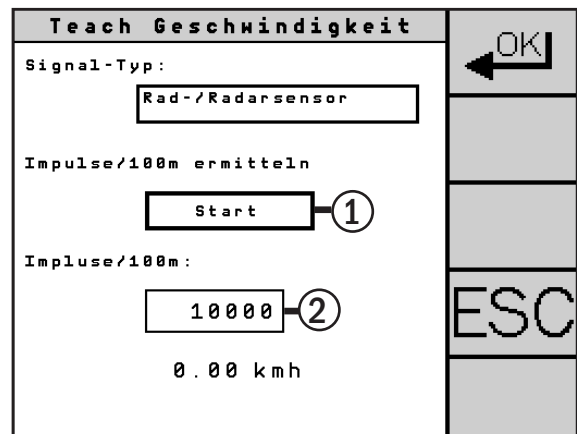

Abb. 56: Geschwindigkeitskalibrierung
- die Geschwindigkeitsimpulse automatisch aufzeichnen zu lassen (siehe Abb. 56 – 1) oder
- die Geschwindigkeitsimpulse manuell einzustellen (siehe Abb. 56 – 2).